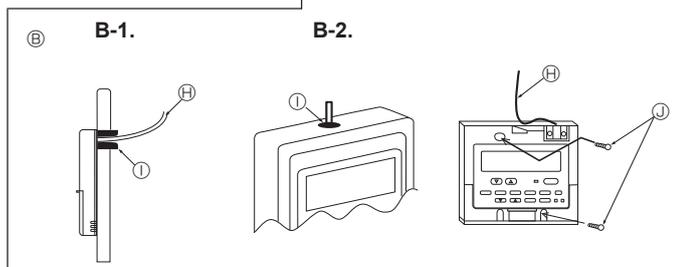

Fig. 6-3
(2) Sigillare l'apertura di servizio del cavo del comando a distanza con mastice, per evitare la possibile entrata di condensa, acqua, scarafaggi o vermi. (Fig. 6-3)
#### [Fig. 6-3]